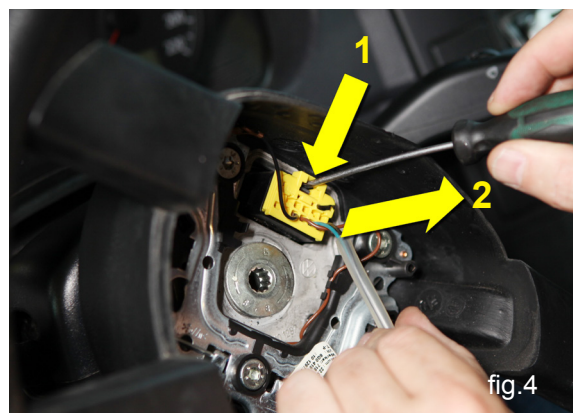

fig.4
7. Desbloquear a segurança do conector do cilindro de contacto (1 - fig. 4) e retirar a ficha (2 - fig. 4).